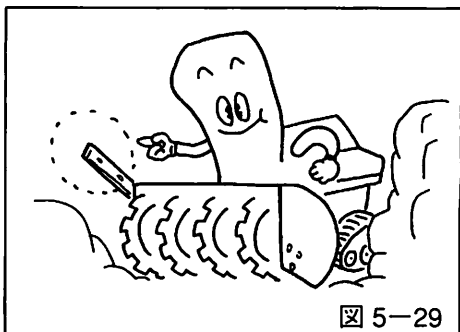

図 5-29
- サイドマーカを除雪巾の目安としたり、除雪側面の切り開きとして使うか、また仕上げ用としてお使いください。(図5-29参照)